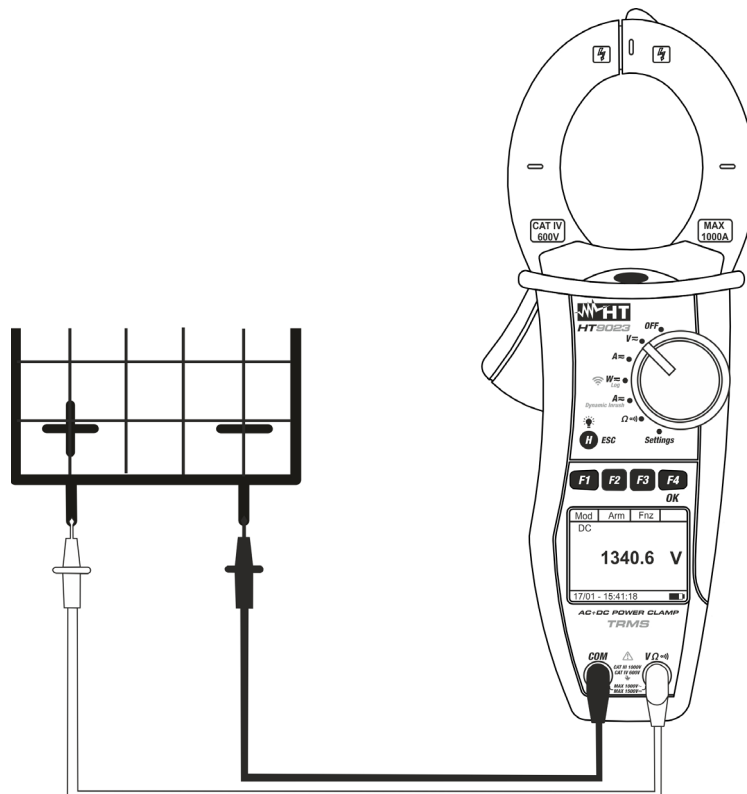

Fig. 5: Medida de Tensión CC
4. Inserte el cable rojo en el terminal de entrada **VΩ⁽¹⁾** y el cable negro en el terminal de entrada **COM** y posicione las puntas en los puntos deseados del circuito en examen (vea Fig. 5)